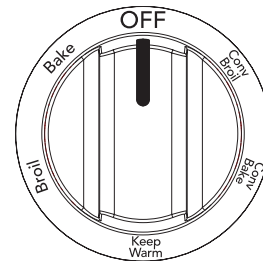

Figure 20: Sélecteur oven mode (mode du four)
3. Réglez le sélecteur oven mode (mode du four) sur la position conv bake (cuisson à convection) (Figure 20).